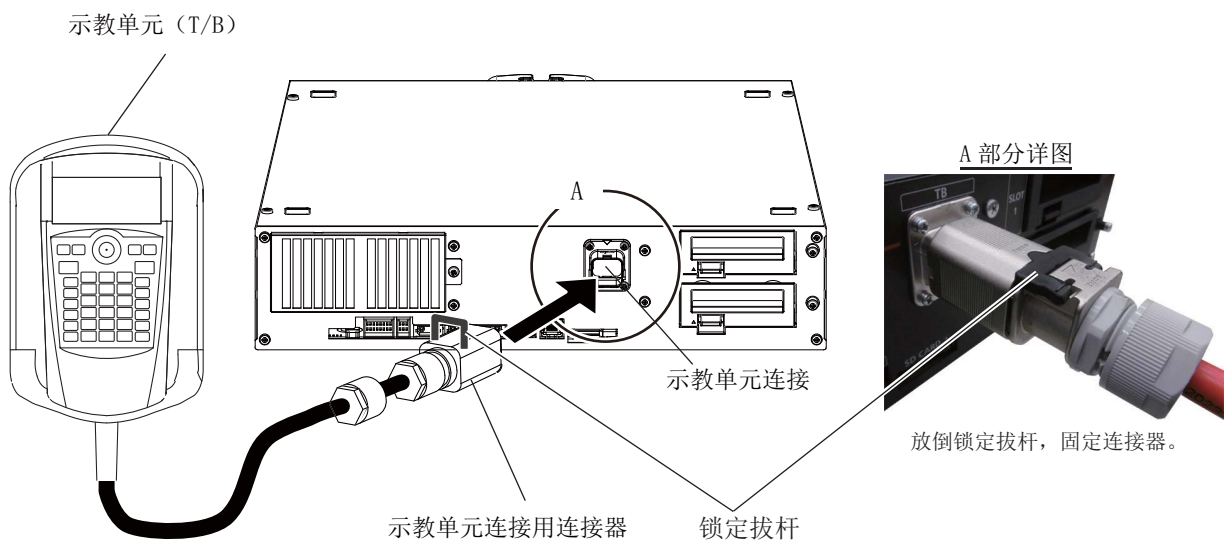

图 2-9：示教单元的安装
- 2) 参照图 2-9，将示教单元的连接器的示教单元连接器上。